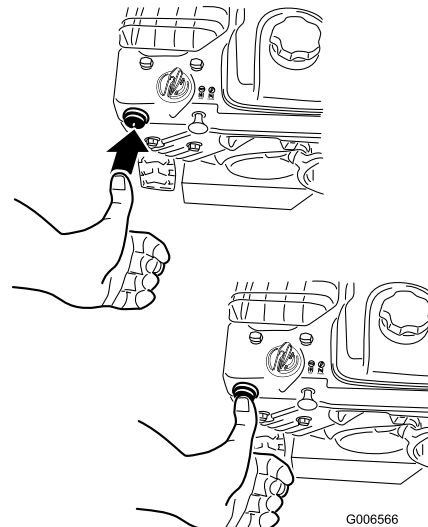

Bild 21
-9°C) und lassen Sie die Kaltstarthilfe jedesmal nach einer Sekunde los (Bild 21).